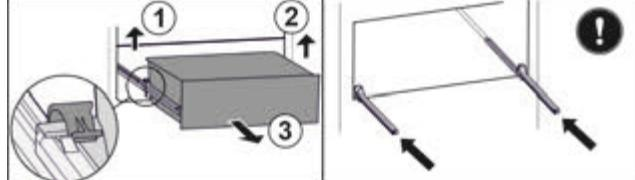

Fig. 96
- Підняти лівий затискач і одночасно висувний ящик ліворуч потягнути вперед. Fig. 96 (1)
- Підняти правий затискач і одночасно висувний ящик праворуч потягнути вперед. Fig. 96 (2)
- Вийняти висувний ящик рухом вперед. Fig. 96 (3)